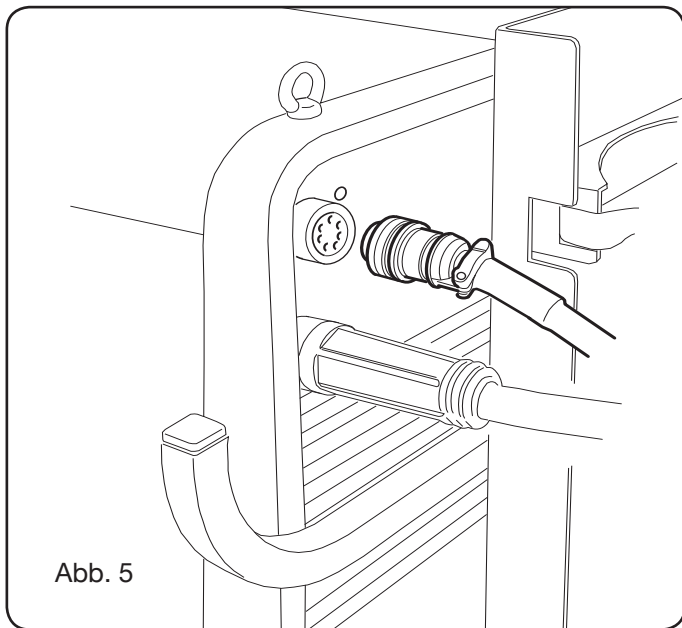

Abb. 5
- Die Anschlüsse auf der Rückseite der Stromquelle wie in Abb. 5 gezeigt ausführen.